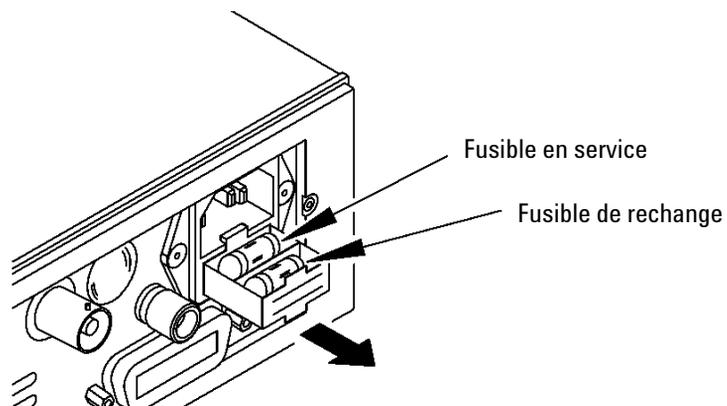

Figure 2-23 Remplacement du fusible
- 2 Ouvrez le tiroir du porte-fusible, comme illustré en Figure 2-23.
- 3 Installez le nouveau fusible dans le compartiment de "fusible en service", illustré en Figure 2-23 (l'autre compartiment est prévu pour contenir un fusible de rechange).